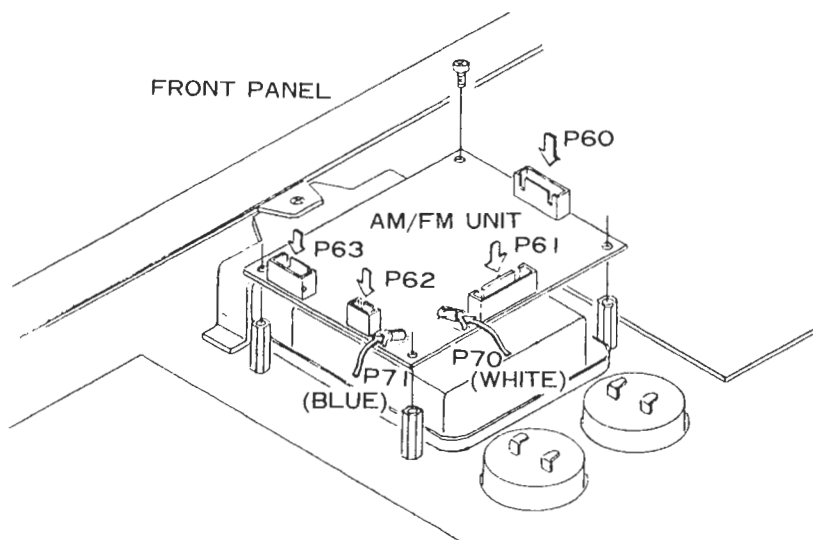

Figura 2
2. Instale la Unidad AM/FM usando los cuatro tornillos suministrados con el kit como lo muestra la Figura 2.
3. Remueva la cubierta de plástico de los cinco conectores indicados en la Figura 2 y conéctelos en la Unidad AM/FM.